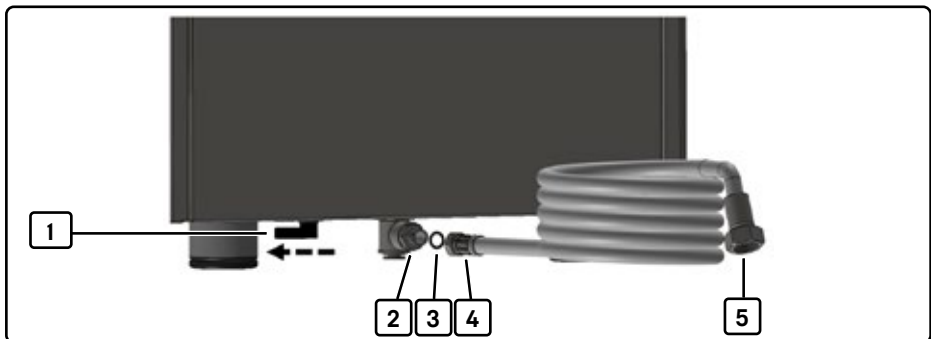

Abb. 4 Rückansicht mit Drehventil und Wasseranschlusssutzen
2. Im Lieferumfang enthaltenen Wasseranschlussschlauch [4, Abb. 4] an Wasseranschlusssutzen [2, Abb. 4] an der Unterseite der Maschine anschrauben. Dafür Dichtung [3, Abb. 4] verwenden.
4. Wasseranschlussschlauch [5, Abb. 4] an Wasserversorgung anschließen.
5. Drehventil [1, Abb. 4] in die Festwasser-Stellung bringen. Das Ventil zeigt zur Außenseite der Maschine.